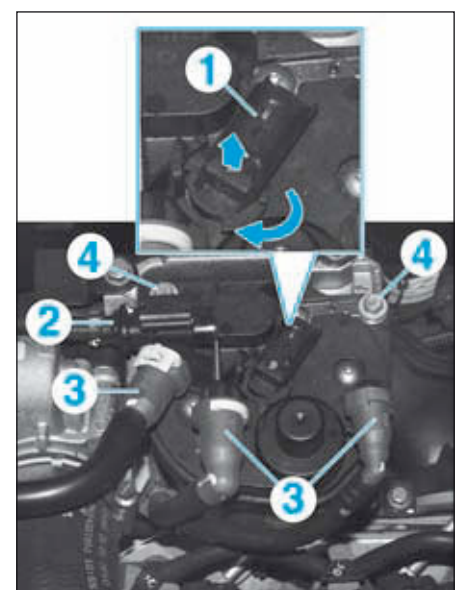

FIG.55
- Suivant l'équipement, débrancher le connecteur du capteur de présence d'eau dans le carburant (Fig.55).